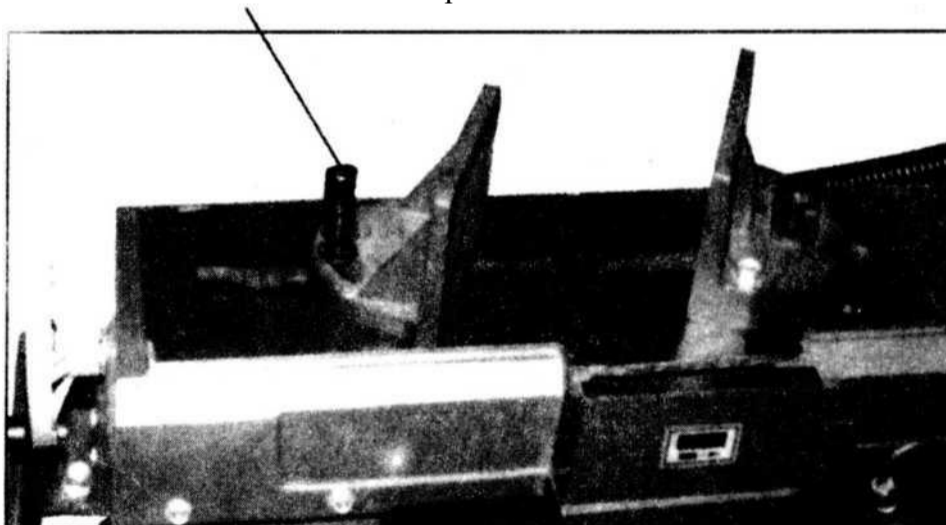

рис. 8
2. Установите тиски и переустановите их, как показано на рис. 8. Обратите особое внимание на расположение болтовых отверстий.
4. Установите подвижные тиски параллельно неподвижным тискам, ослабьте болт (А, рис.8), установив его в параллельное положение, и затяните болт.